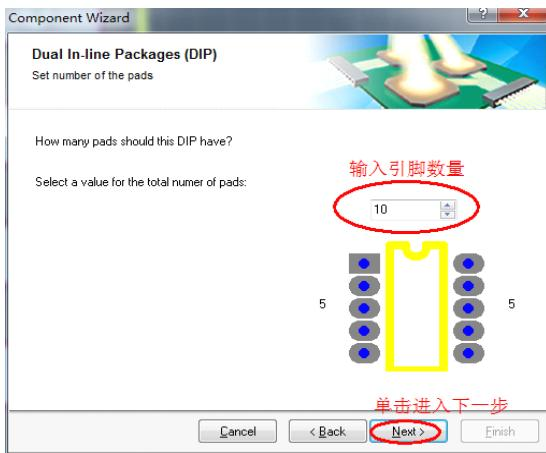

图 6-4.17 设置焊盘数量
Step6: 单击“下一步”按钮，设置元器件引脚数量，如图 6-4.17 所示；